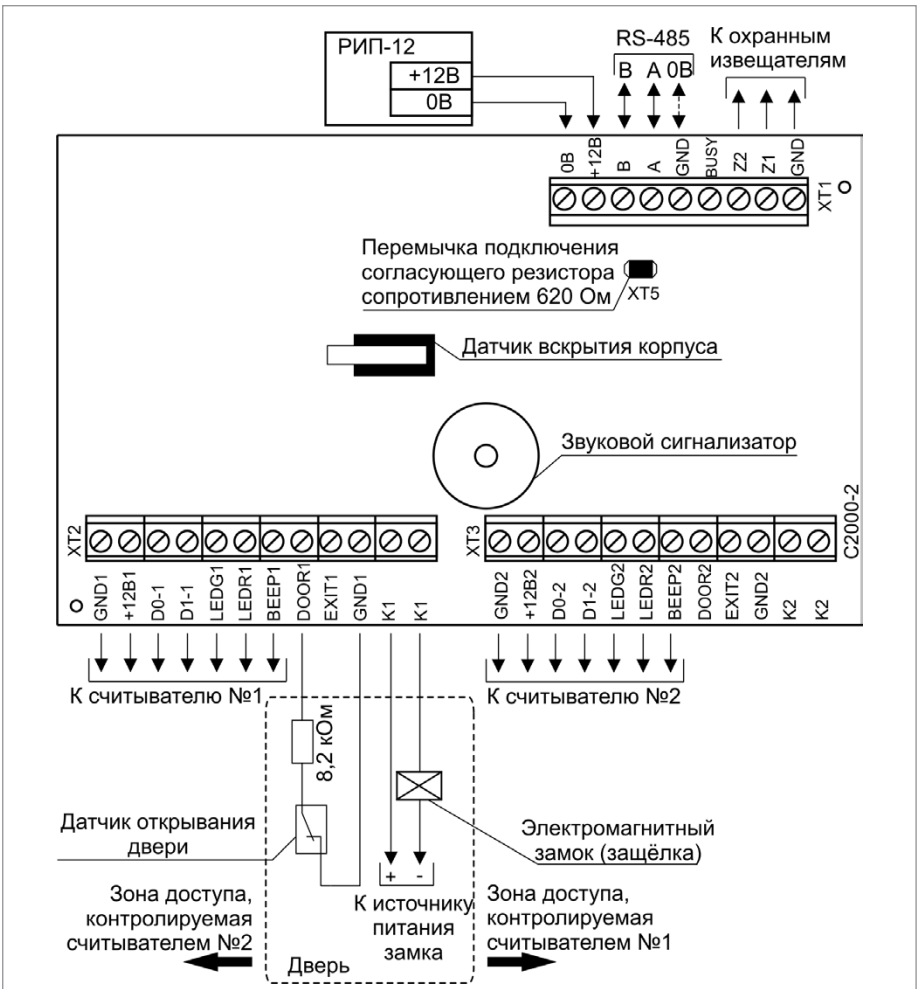

Рисунок 3. Схема подключения контроллера «С2000-2» в режиме «Одна дверь на вход/выход»
12. Подключение в режиме «Одна дверь на вход/выход» (Рисунок 3). Подключите цепи управления замком и датчик прохода к контактам контроллера, обозначение которых заканчивается цифрой 1.